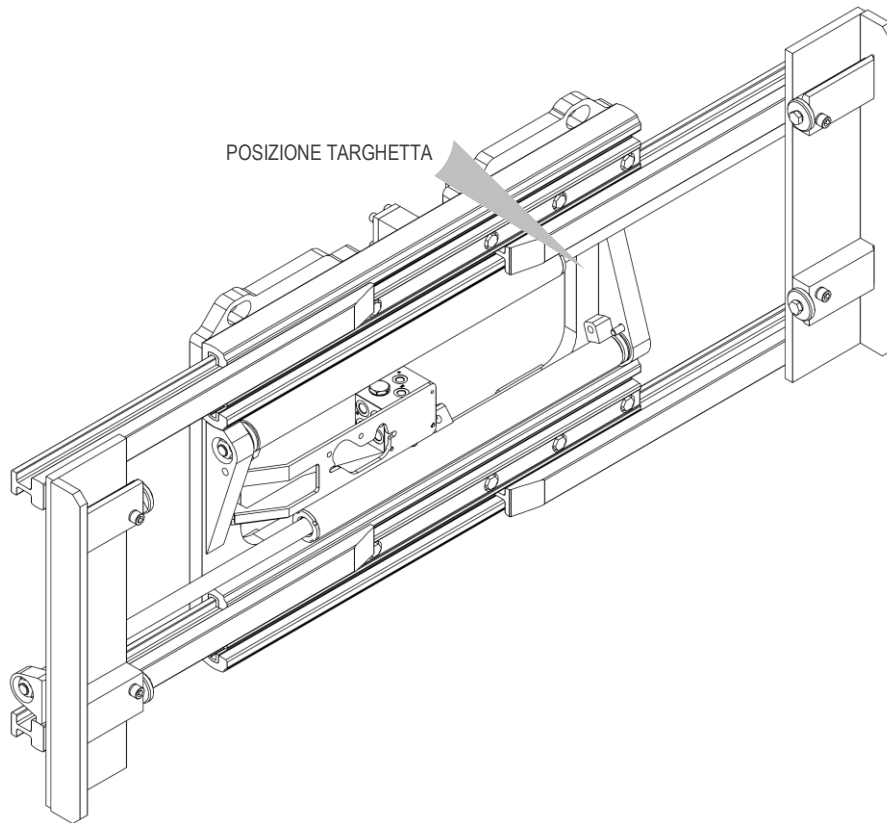

Figura 1
Tutte le attrezzature A.T.I.B. - POSIZIONATORE FORCHE A GRANDE APERTURA TIPO 883 vengono identificate mediante targhetta adesiva (vedi *Tabella 1*) posizionata sull'attrezzatura (vedi *Figura 1*), fare sempre riferimento al numero di matricola.
5. Per la movimentazione devono essere utilizzate cinghie o catene opportunamente dimensionate rispetto al peso dell'attrezzatura indicato in targhetta (vedi *Figura 1* e *Tabella 1* a pag. 6).
10. Collegare il circuito idraulico, assicurandosi che la pressione di esercizio delle tubazioni sia superiore o uguale a quella indicata sulla targhetta di identificazione (vedi *Figura 1* e la *Tabella 1* a pag.6).
6. Per la movimentazione devono essere utilizzate cinghie o catene opportunamente dimensionate rispetto al peso dell'attrezzatura indicato in targhetta (vedi *Figura 1* e la *Tabella 1* a pag. 6).